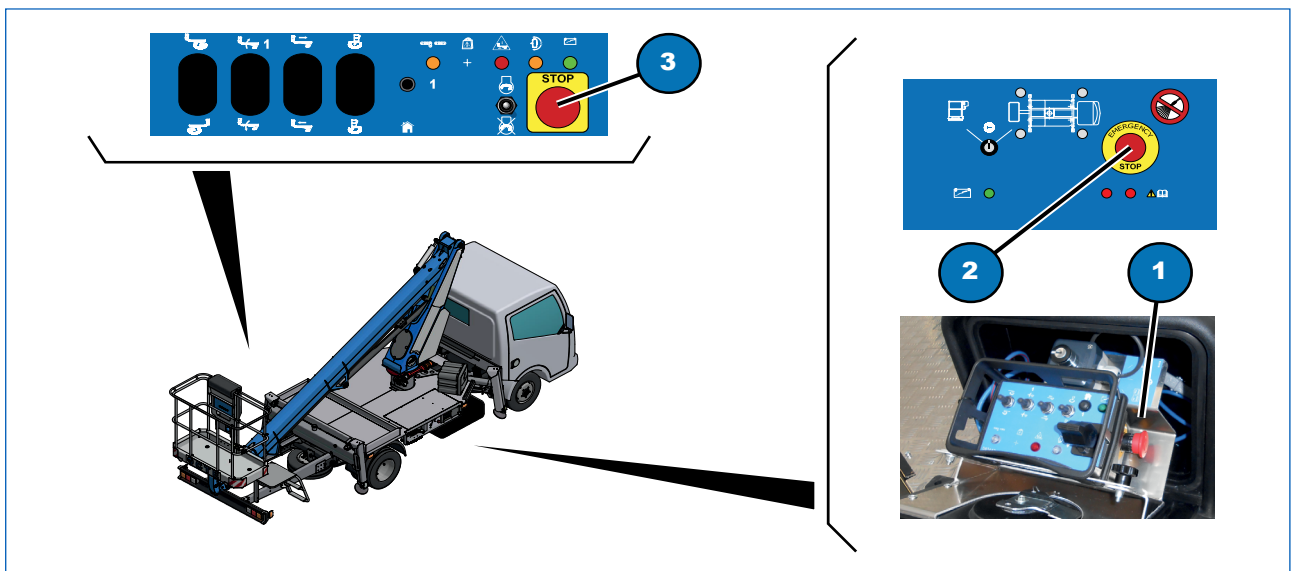

Fig. 5.1
Aux principaux postes de manœuvre de l'élévateur à nacelle se trouvent des boutons (Fig. 5.1, 1, 2 et 3 ) pour l'arrêt de la machine en cas d'urgence.
- Appuyer sur le bouton d'urgence (Fig. 5.1, 1 ou 2 ou 3) et vérifier qu'aucun type de manœuvre n'est possible.